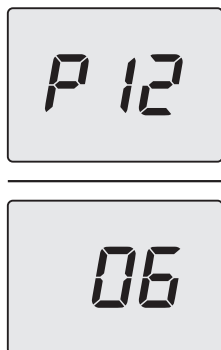

Figura 5.43
- Scorrere i vari parametri utilizzando i tasti 13 (indietro) o 15 (avanti) fino a far apparire sul display LCD le lettere **P12** che si alternano con il valore del parametro (Figura 5.43).